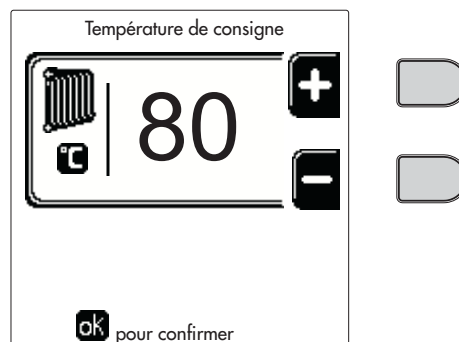
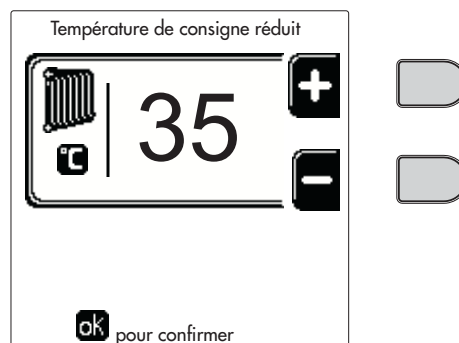
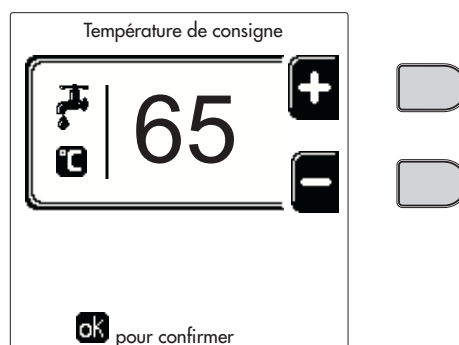
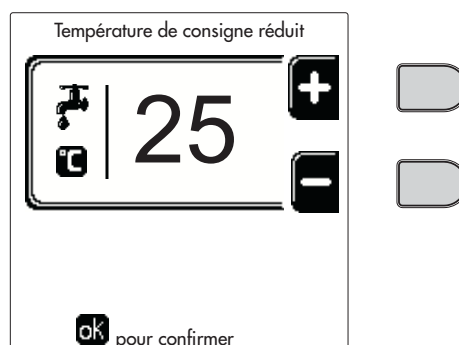

fig. 13
fig. 14
fig. 15
fig. 16
- **ON**. En cas de demande Chauffage/ECS, la chaudière fonctionne à la Température de Réglage Chauffage/ECS (fig. 13/fig. 15) réglée.
- **re**. En cas de demande de Chauffage/ECS, la chaudière fonctionne en Température de réglage réduite. La température réduite est obtenue en soustrayant la valeur de la température de réglage réduite (fig. 14/fig. 16) de la température de réglage du chauffage/ECS (fig. 13/fig. 15) définie.